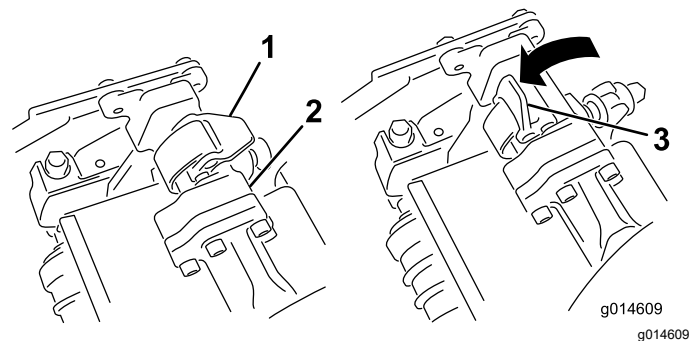
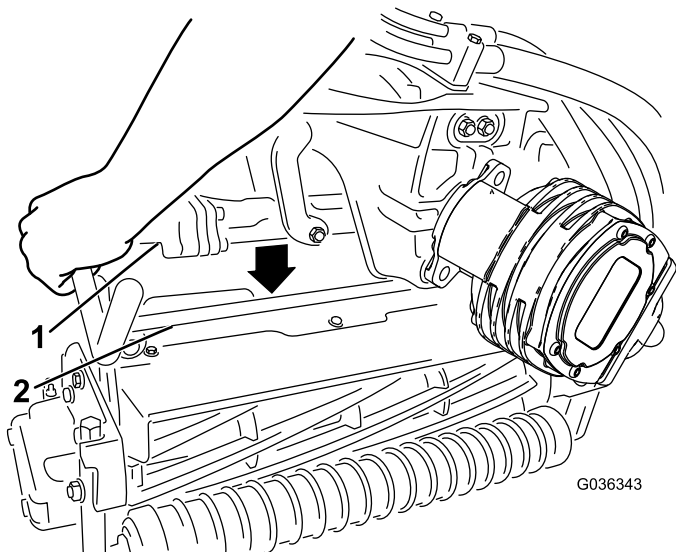

図 54
図 55
4. サスペンションアームのバーについてのラッチを上向き開いた状態にして図 54、サスペンションアームを押し下げて、バーを、カuttingユニットのバーの上に被せるようにする図 55。
- ラッチを下げて閉じるとカuttingユニットのバーがロックされてユニットがアームにセットされる 図 54。
5. 取り外したいCuttingユニットのサスペンションアームのバーについているラッチを開く 図 54。